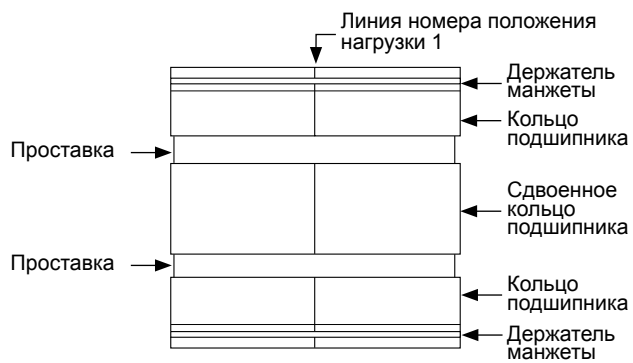

Рис. 3.17. Линия номера положения нагрузки 1
- (1) Посмотрите на подшипник сбоку. На наружной стороне каждого кольца подшипника есть линия, совпадающая с номером положения нагрузки 1. Линии на каждом кольце должны выстроиться в одну прямую. (**Рис. 3.17**) Если наружная проставка не совпадает с кольцом, слегка ударьте по ней молотком с пластиковым бойком, чтобы устранить выступание проставки за кольцо.
- (2) Убедитесь в том, что манжеты, крайняя и средняя, и уплотнительное кольцо установлены должным образом.
- (3) Если это еще не сделано, нанесите тонким слоем пластичную смазку на наружную и торцевую поверхности подшипника.
- (4) Нанесите пластичную смазку на посадочную поверхность вала под подшипник.